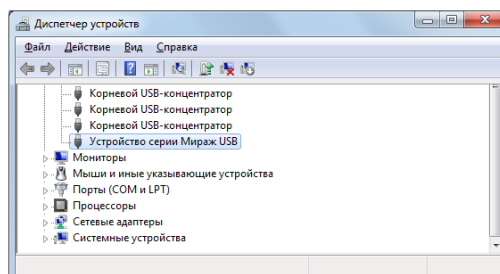

Рис. 5.9. Отображение устройства с установленным USB-драйвером
- По окончании установки откроется окно с уведомлением о том, что драйвер установлен. Нажмите в нем кнопку *Заккрыть*. После установки драйвера в окне *Диспетчер устройств* появится строка *Устройство серии Мираж USB* (рис. 5.9).